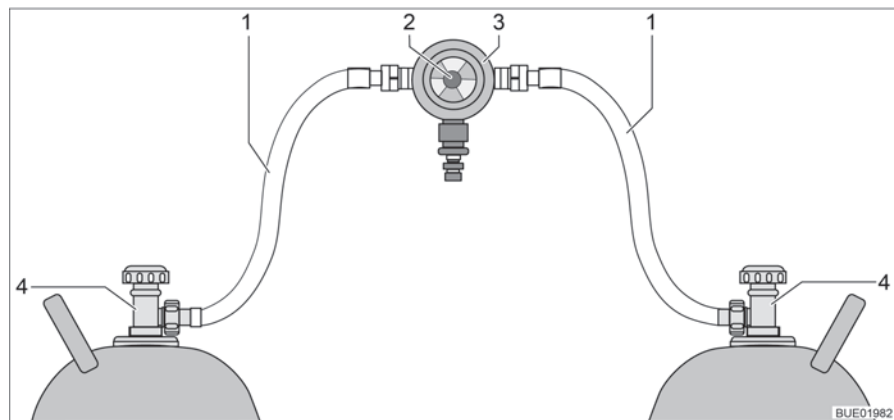
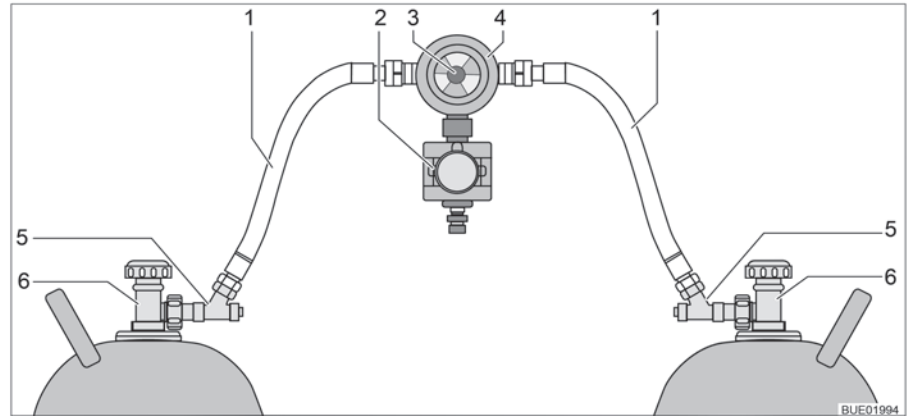

Fig. 110 Instalación de conmutación de bombonas de gas
Fig. 111 Instalación de conmutación de bombonas de gas con CPU
La instalación de conmutación de bombonas de gas consiste de un regulador de presión de gas combinado, con válvula selectora e indicador (Fig. 110,3). La instalación de conmutación de bombonas de gas está montada entre las dos gomas del gas (Fig. 110,1).
La instalación de conmutación de bombonas de gas consiste de un regulador de presión de gas combinado, con válvula selectora e indicador (Fig. 111,4) y una electroválvula (Fig. 111,2). En caso de una frenada a fondo, un accidente o una extrema posición inclinada, la electroválvula bloquea el suministro de gas al vehículo. La instalación de conmutación de bombonas de gas está montada entre las dos gomas del gas (Fig. 111,1) con dispositivos de seguridad en caso de rotura de manguera (Fig. 111,5).
Con el botón giratorio (Fig. 110,2 ó bien Fig. 111,3) en la instalación de conmutación de bombonas de gas se puede determinar cuál de las bombonas de gas se utilizará como bombona de servicio y cuál bombona de gas como bombona de reserva.
En la unidad de mando (Fig. 112) únicamente pueden conmutarse las funciones eléctricas. Las llaves de paso principales de las bombonas de gas (Fig. 110,4 ó bien Fig. 111,6) deben abrirse y cerrarse a mano.
- Abrir las llaves de paso principales en las bombonas de gas (Fig. 110,4 ó bien Fig. 111,6).
- Pulsar los dispositivos de seguridad en caso de rotura de manguera (Fig. 111,5), uno tras otro, por 10 segundos.
- Con el botón giratorio (Fig. 110,2 ó bien Fig. 111,3) en la instalación de conmutación, seleccionar la bombona de gas de la que habrá de tomarse el gas con prioridad (bombona de servicio). Girar el botón giratorio siempre hasta el tope.
- Cerrar las llaves de paso principales en las bombonas de gas (Fig. 110,4 ó Fig. 111,6).